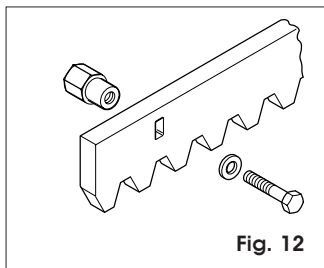

Fig. 12
5.4.1. STEEL RACK TO WELD (Fig. 12)